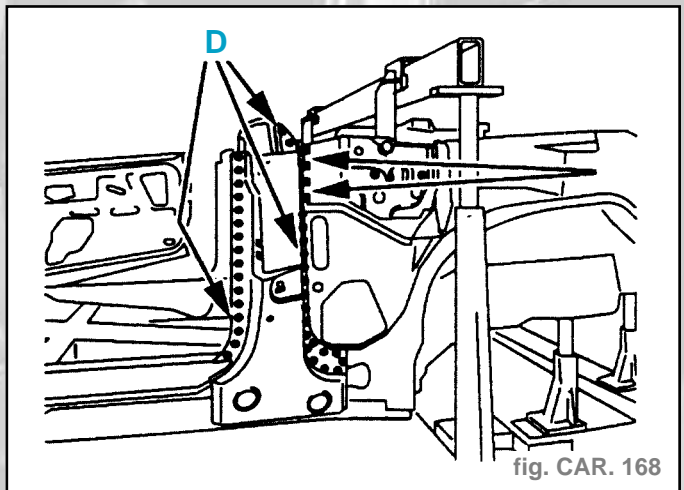

fig. CAR. 168
- Souder par cordon au MIG (suivant C) (fig. CAR. 168).